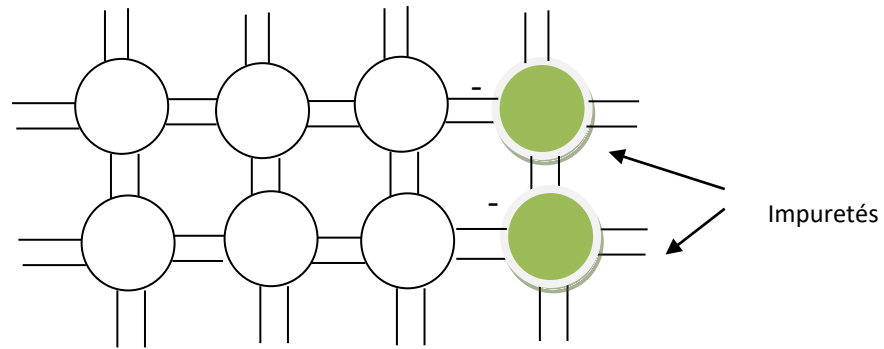

Figure 1.4 : matériau de type N
- **Dans un matériau de type N** (figure 1.4); les atomes d'impureté possèdent un électron en plus qui n'est pas nécessaire pour compléter la liaison de covalente. Il en résulte que cet électron n'est pas fortement lié à son atome (un électron libre). Donc, les électrons sont les porteurs de charge majoritaires et les trous sont les porteurs de charge minoritaires.